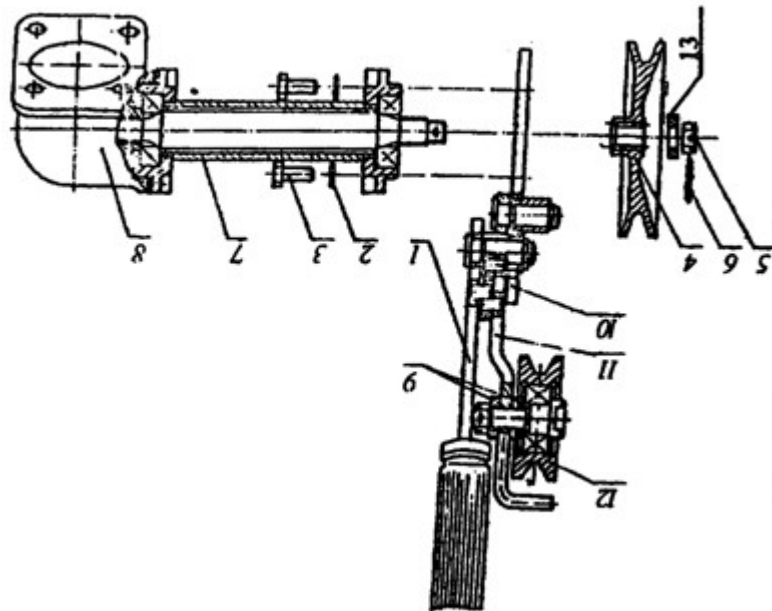

Рис. 4. Натяжное устройство
- 5.3. Для работы с мотоблоком косилка комплектуется натяжным устройством (Рис. 4), которое монтируется на косилке.